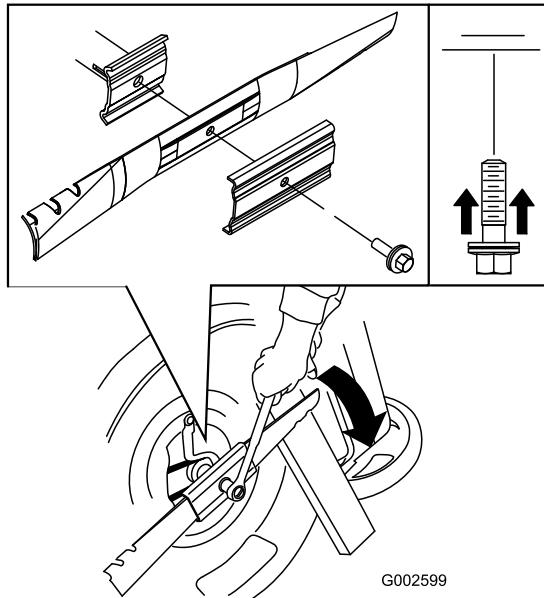

Figura 29
5. Instale a nova lâmina (rode o parafuso da lâmina no sentido dos ponteiros do relógio) e todo o equipamento de montagem (Figura 29).